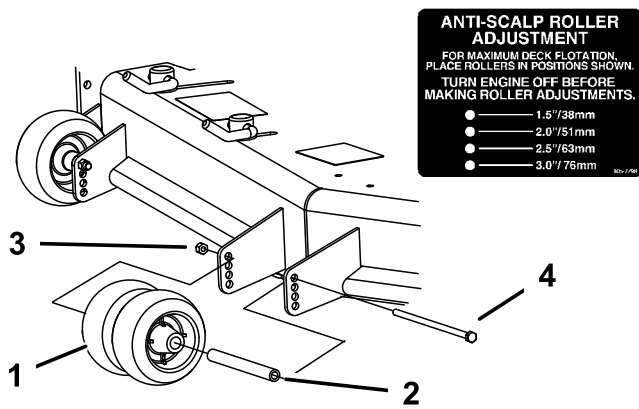
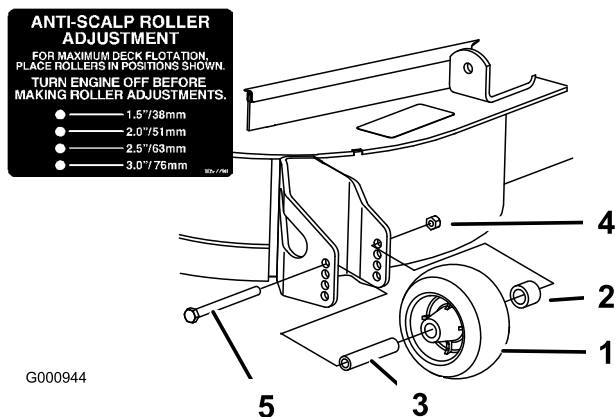

Figura 18
Figura 19
3. Después de ajustar la altura de corte, ajuste los rodillos retirando la tuerca con arandela prensada, el casquillo, el espaciador y el perno (Figura 17, Figura 18, y Figura 19).
- Nota:** Los dos rodillos centrales no tendrán espaciador (Figura 18).
5. Instale la tuerca con arandela prensada, el casquillo, el espaciador y el perno. Apriete a 54–61 Nm (40-45 pies-libra) (Figura 17, Figura 18 y Figura 19).